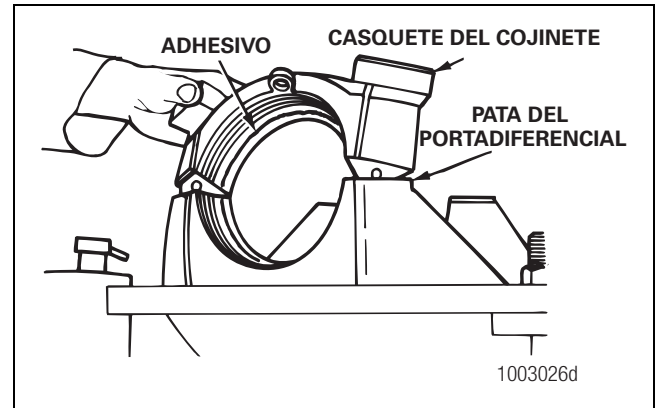

Figura 5.31
4. Aplique adhesivo Meritor de especificación 2297-T-4180 uniformemente en los huecos de las patas del portador para el cojinete y en los casquetes del cojinete. Cubra las superficies completamente. El adhesivo no debe tener contacto con la rosca del anillo de ajuste. Figura 5.31. Consulte la Sección 4.